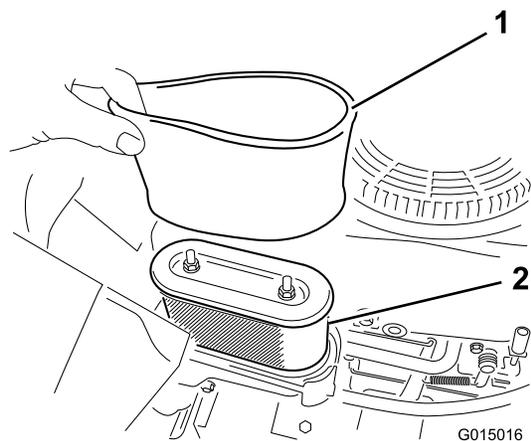

Figure 30
- Retirez délicatement les éléments en mousse et en papier du boîtier du filtre à air (Figure 30).
1. Montez l'élément en mousse sur l'élément en papier (Figure 30).